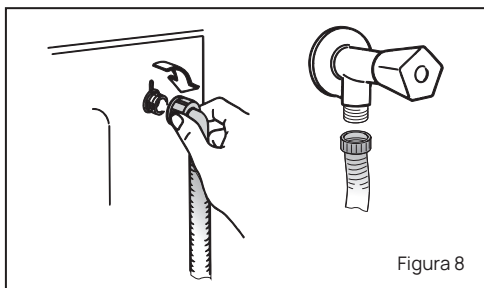

Figura 8
- Conecte la manguera de entrada de agua provista dentro del tambor de acero inoxidable a la conexión manguera de entrada de agua en el lavarropas. Ver figura 8
- Conecte el otro extremo de la manguera de entrada de agua a la llave de agua/grifo. Ver figura 8